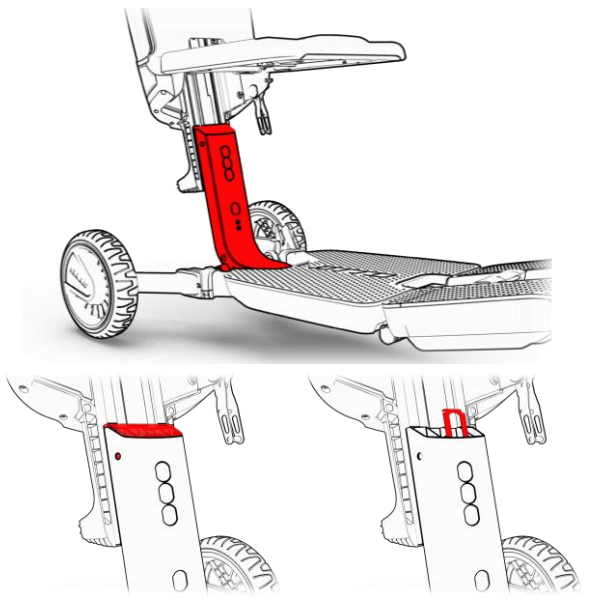

Figura 24 Cubierta de altura del asiento
1. ATTO debe estar en una posición abierta para ajustar la altura del asiento. Levante el asiento a una posición vertical, ubique la cubierta de ajuste de altura del asiento, que está en la base del asiento justo debajo de los pivotes del asiento, y retírela presionando en dos puntos laterales con un destornillador (vea la Figura 24, paso 1).
2. Debajo de la cubierta encontrará un soporte de metal que debe quitarse. Sostenga el soporte entre sus dedos y levántelo. Recuerde la posición del soporte para que sea más fácil volver a colocarlo en su lugar (consulte la Figura 24, paso 2).